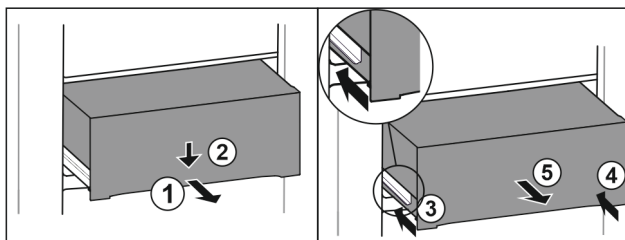

Fig. 94
- Vytiahnite zásuvku do polovice. Fig. 94 (1)
- Zatlačte zásuvku na prednej strane smerom nadol. Fig. 94 (2)
- Zasuňte ľavú koľajničku o cca 2 cm. Fig. 94 (3)
- Zasuňte pravú koľajničku o cca 2 cm. Fig. 94 (4)
- Odoberte zásuvku dopredu. Fig. 94 (5)